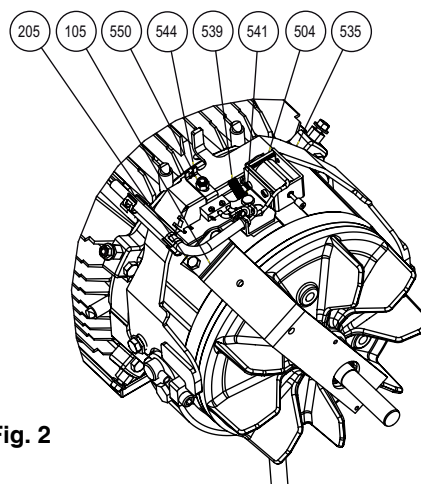

Fig. 2
Enlever les deux vis **rep. 538** avec les deux douilles excentriques **rep. 537** déposer l'étrier **rep. 535** (**Fig. 2 et 3**).
4.2 - Etrier à ergots (**Fig. 2 et 3**)